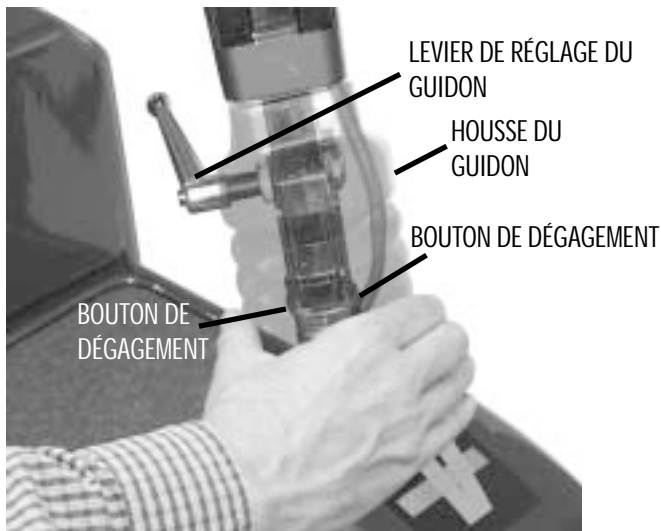

FIG. 9A. RÉGLAGE DE L'ANGLE DU GUIDON
1. Tournez le levier de blocage du mât dans le sens opposé à celui de aiguilles d'une montre jusqu'à ce que le mât du guidon soit désengagé. Si le levier vient en contact avec le panier, tirez dessus, tournez - le dans le sens d'une montre et relâchez-le. Voir figures 9a et 9b.
8. Déserrez le levier de réglage de l'angle du mât et abaissez le mât du guidon jusqu' en bas vers le milieu du plancher du scooter. Voir figure 9a. Resserrez le levier de réglage.